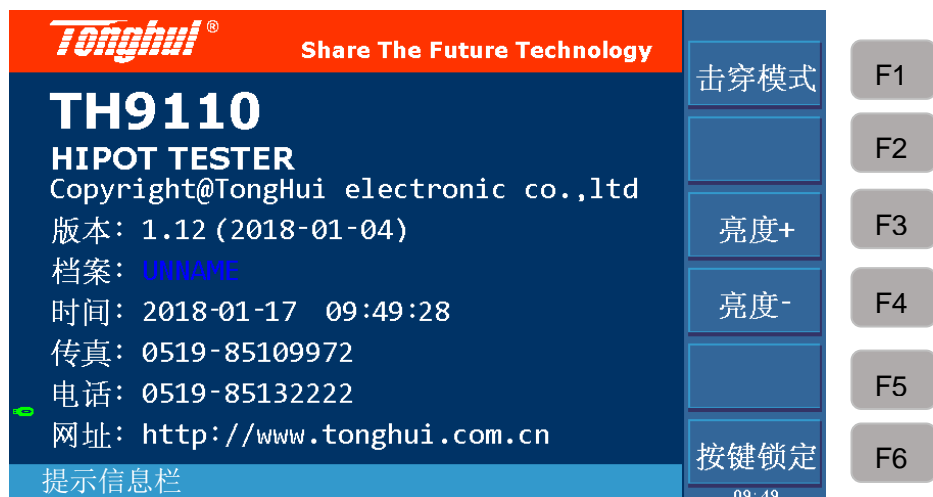

图 4-9 键锁及密码界面
- a) 在非 TEST (测量) 页面，即 SYSTEM 或 SETUP 界面，按【STOP】键进入图 4-9 所示界面。
系统通讯设置如图 4-9 所示: